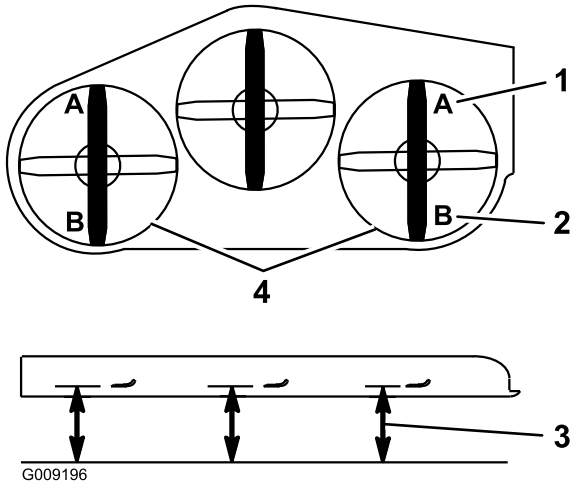

Figura 93
9. En ambos lados de la carcasa, mida desde la superficie nivelada hasta la punta delantera de la cuchilla (Posición A), según se muestra en Figura 93.
15. En ambos lados de la carcasa, mida desde la superficie nivelada hasta la punta trasera de la cuchilla (Posición B), según se muestra en Figura 93.